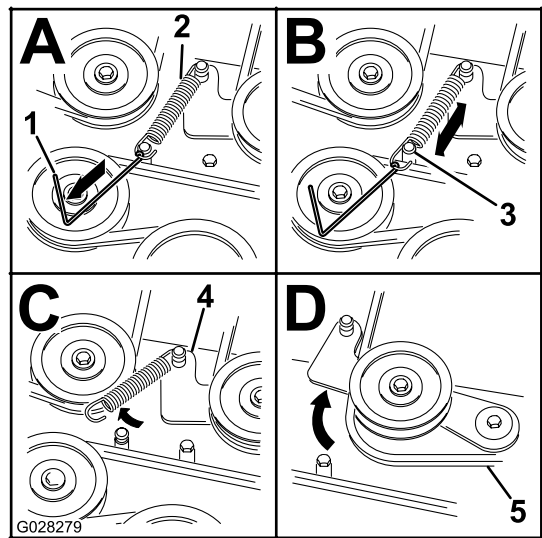

Figure 64
8. Détachez le ressort de la poulie de tension appelée par ressort. Voir Figure 64.
Remarque: Utilisez l'outil de dépose de ressort (réf. Toro 92-5771) pour décrocher le ressort du tenon sur le plateau de coupe (Figure 64).